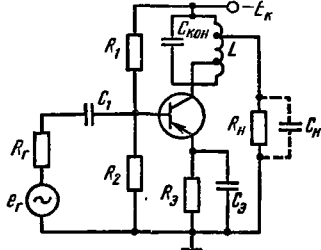
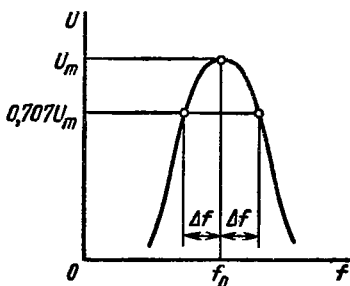
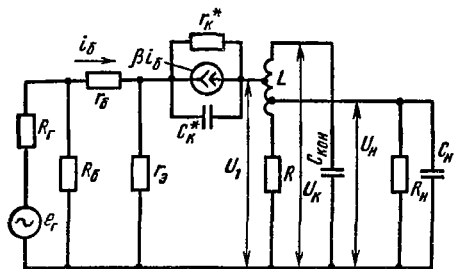

Рис. 7.1
Рис. 7.3
Рис. 7.2
Избирательные усилители с нагрузкой в виде резонансного LC-контура используют в диапазоне радиочастот для выделения узкополосного сигнала из сложного по спектральному составу входного колебания. На рис. 7.1 изображена схема усилителя с последовательным включением контура. Эквивалентная схема усилителя по переменному току приведена на рис. 7.2, а его амплитудно-частотная характеристика (АЧХ) — на рис. 7.3. Подобный вид АЧХ определяется частотно-избирательными свойствами параллельного резонансного контура, который характеризуется следующими параметрами: 1) частотой резонанса $\omega_0 = 1/\sqrt{LC_{\text{кон}}}$; 2) волновым (характеристическим) сопротивлением $\rho = \sqrt{L/C_{\text{кон}}}$; 3) добротностью $Q = \rho/R$, где R — активное сопротивление потерь в контуре; 4) полосой пропускания $2\Delta f$, измеряемой на уровне 0,707 от резонансного значения напряжения U_m (рис. 7.3).
7.1. Рассчитать резонансный усилитель с последовательным включением LC -контура (см. рис. 7.1). Усилитель должен работать от источника сигнала с сопротивлением $R_r = 0,1$ кОм на нагрузку с параметрами $R_n = 1$ кОм, $C_n = 100$ пФ и обеспечивать резонансную частоту $f_0 = 500$ кГц, добротность $Q_{\text{ЭКВ}} \geq 35$ и усиление на резонансной частоте $K_{U0} \geq 20$.